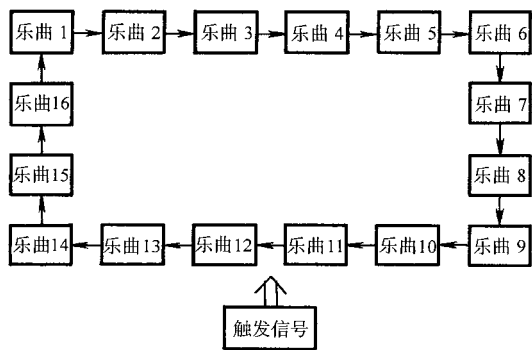

图 1-3
(3) KD-482I 是 CMOS 大规模集成电路，内部只读存储器（ROM）中顺序存储了 16 首乐曲，由触发信号控制其播放(见图 1-3)。每触发一次演奏一首，并且每次触发后演奏的乐曲均与前次不同，16 首乐曲自动循环播放。